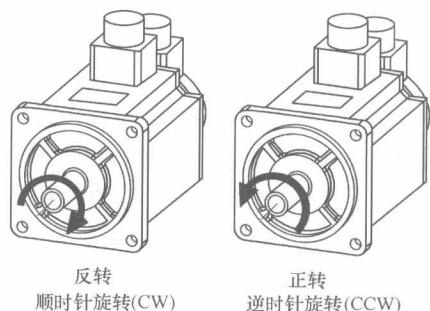

图 1-2 电机旋转方向定义
- 7) 电机旋转方向定义：面对电机轴伸，转动轴逆时针旋转（CCW）为正转，转动轴顺时针旋转（CW）为反转，如图1-2所示。